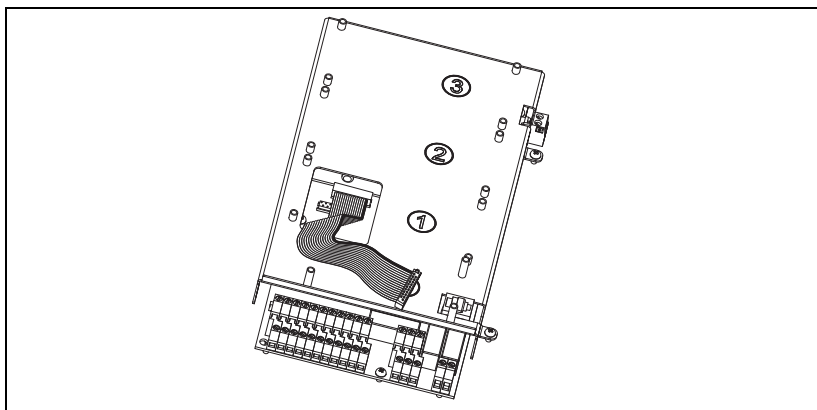

Fig. 12 Flatkabel ansluten till styrkortet.
1. Anslut den 16-poliga flatkabeln (75 mm) till X5-anslutningen på styrkortet med kabeln nedåt som i Fig. 12.